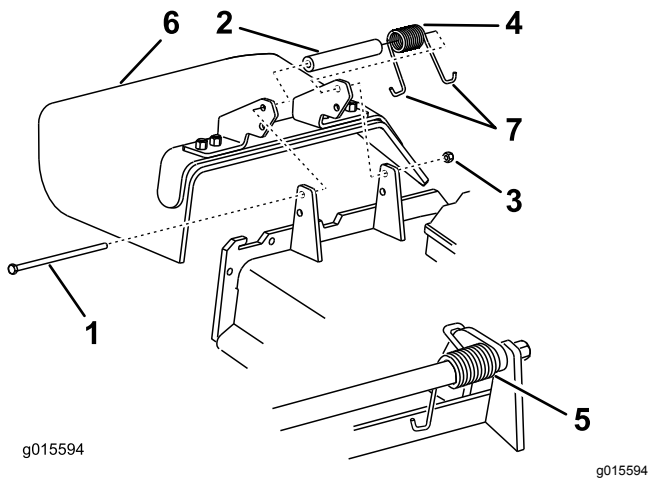

Figura 104
- Retire la contratuerca, el perno, el muelle y el espaciador que sujetan el deflector a los soportes de pivote (Figura 104).
Nota: Asegúrese de colocar un extremo en **J** del muelle detrás del reborde de la carcasa antes de instalar el perno, según se muestra en Figura 104.
5. Coloque un extremo con gancho en **J** del muelle alrededor del deflector de hierba (Figura 104).